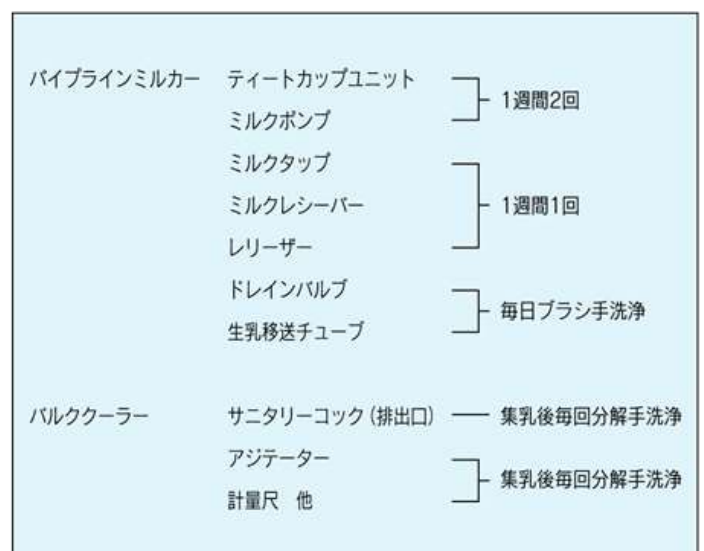

図2 分解手洗浄の実施箇所（白坂 1999）
- (1) 洗剤を正しく計量。
- (2) 洗剤の役割を正しく理解。
- ・洗浄不良となりやすい部分やバケツミルカーは分解手洗浄（図2）。
- (3) 殺菌剤は正しい濃度で。